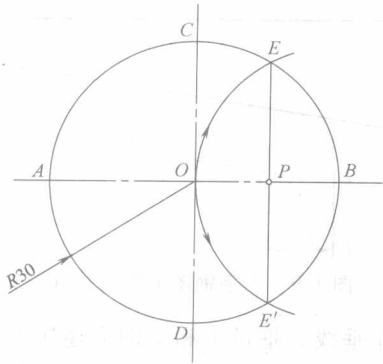

图 1-3 五角星图形的绘制 (一)
- (1) 绘制基准线 绘制图形中的基准线（水平线 AB 和垂直线 CD ），如图 1-3 所示。
- (2) 作圆 使用圆规绘制一个圆心在 O 点，半径为 30mm 的圆。
- (3) 作 OB 的垂直平分线（图 1-3）